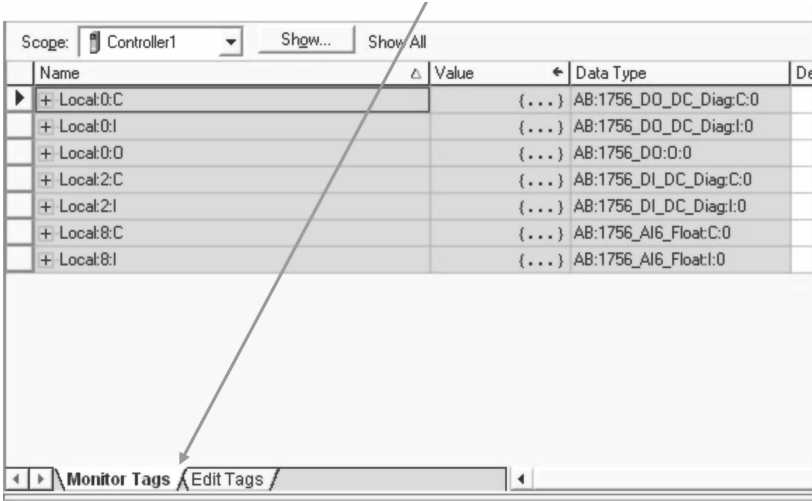

图 6-9 “监视标签”（Monitor Tags）界面
3. 通过单击“监视标签”（Monitor Tags）选项卡切换到“监视标签”（Monitor Tags），如图 6-9 所示。